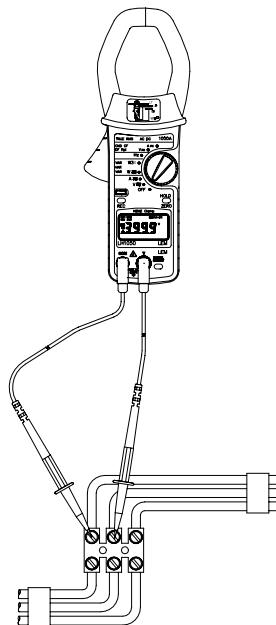

Fig. 3
- Introduire les cordons de mesure dans les fiches situées sur le devant de l'instrument, le cordon rouge dans la borne V et le cordon noir dans la borne COM, comme illustré dans la Fig. 3.
- Appuyer sur la poignée pour ouvrir les mâchoires puis placer la pince autour du conducteur de courant comme illustré dans la Fig. 3.
- Pour mesurer la fréquence de la tension, appliquer les cordons de mesure au circuit comme indiqué dans la Fig. 3 et lire l'affichage.